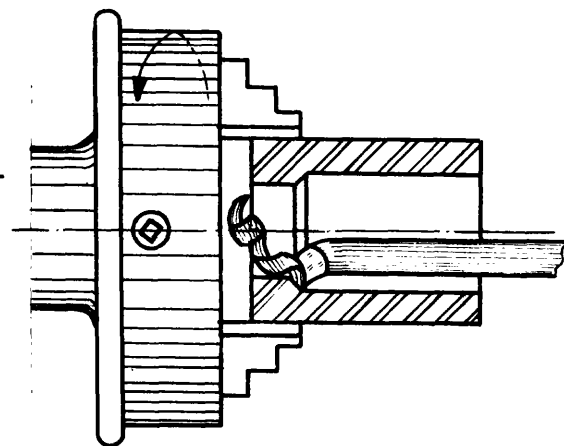

Fig. 1
Consiste en lograr una superficie cilíndrica interna, por la acción de la herramienta, que se desplaza paralela al eje del torno (fig. 1). Se conoce también con el nombre de alesar.
- a Deje la cara de la pieza que da contra el plato separada del mismo, lo necesario para la salida de la herramienta y desalojo de las virutas (fig. 1).